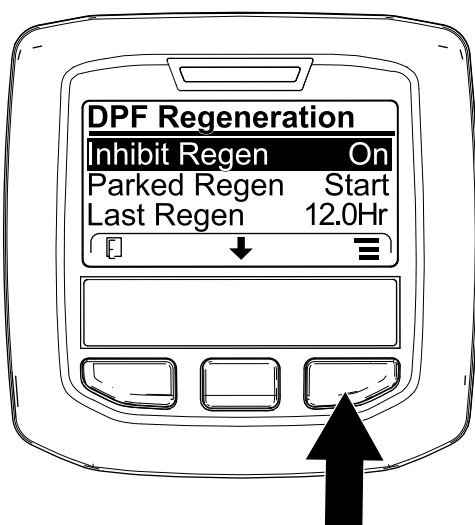
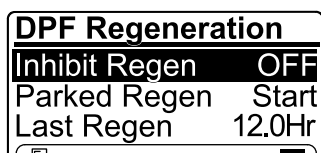

Figure 44
Figure 45
1. Ouvrez le menu DPF Regeneration (régénération du FAP), appuyez sur le bouton central pour naviguer jusqu'à l'option INHIBIT REGEN (interdiction de régénération), et appuyez sur le bouton droit pour la sélectionner (Figure 44).
2. Appuyez sur le bouton droit pour changer l'option d'interdiction de régénération de On (activée) à Off (désactivée) (Figure 44) ou inversement (Figure 45).